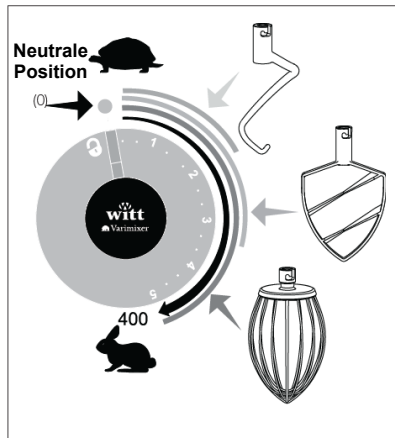

Abb. 6 Empfohlene Arbeitsgeschwindigkeiten
- G. Starten Sie die Maschine, indem Sie den Bedienknopf vom Verriegelungssymbol und von der 1 wegdrehen. Um Spritzer und Mehlstaub zu vermeiden, wird empfohlen, die Geschwindigkeit schrittweise auf die gewünschte Geschwindigkeit zu erhöhen (Abb. 7C) (empfohlene Arbeitsgeschwindigkeiten siehe Abb. 6).